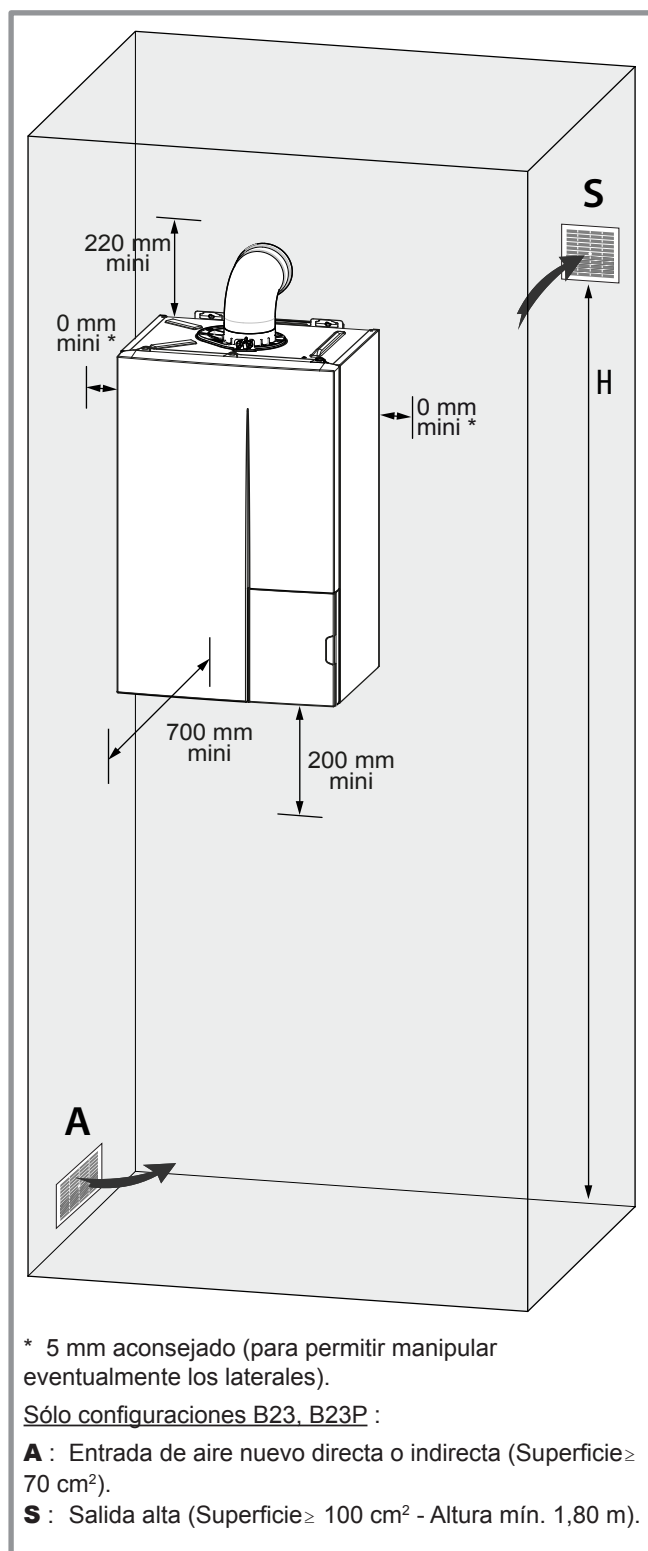

figura 8 - Distancias mínimas de instalación
- Para facilitar las operaciones de mantenimiento y permitir el acceso a los diferentes componentes, se aconseja prever un espacio suficiente alrededor del aparato (figura 8).